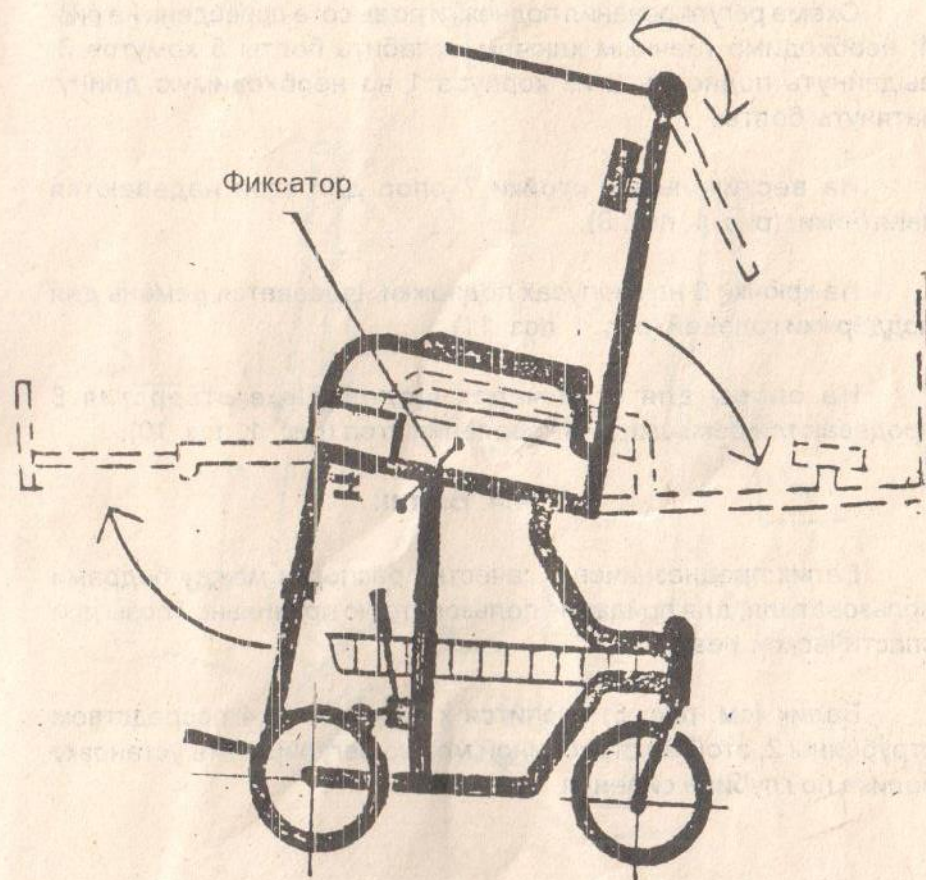

Рис. 3. Схема раскладывания кресла-коляски.
- легкое взаимосвязанное перемещение спинки и подножки из положения "лежа" в положение "сидя" и обратно, во время спастической реакции у пользователя (см. рис. 3);
Для придания требуемого положения спинке и подножке кресла-коляски ослабляются оба резьбовых фиксатора (см. рис. 3). Спинке придают нужное положение, при этом подножка автоматически принимает положение, соответствующее углу наклона спинки - от положения "сидя" до положения "лежа" и любое промежуточное положение между ними. Фиксатор заворачивается до упора.